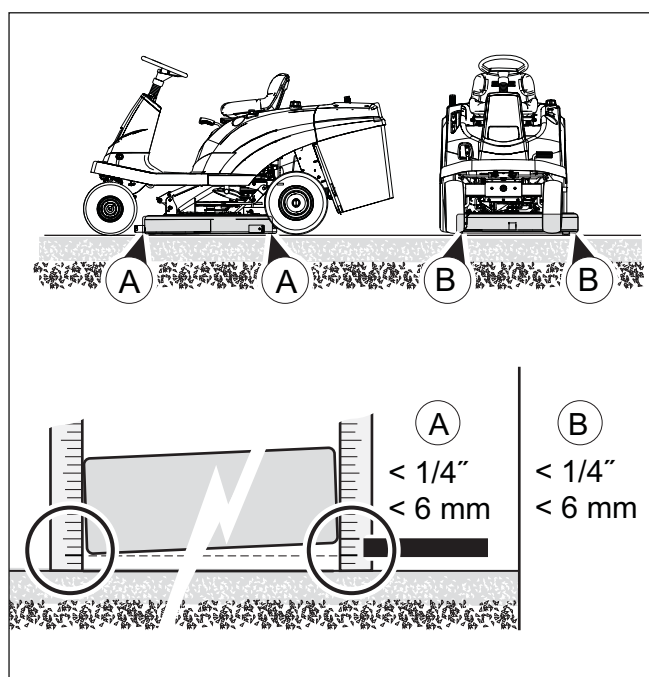

Abbildung 28
10. Den Abstand zwischen Boden und Unterseite des Mähwerks vorne und hinten am Mähwerk messen. Die Messwerte müssen innerhalb von 6,4 mm (1/4 Zoll) liegen (siehe **A, Abbildung 28**). Andernfalls die Schritte 4 bis 10 wiederholen.
- a. Die Messwerte müssen innerhalb von 6,4 mm (1/4 Zoll) liegen (siehe **B, Abbildung 28**).